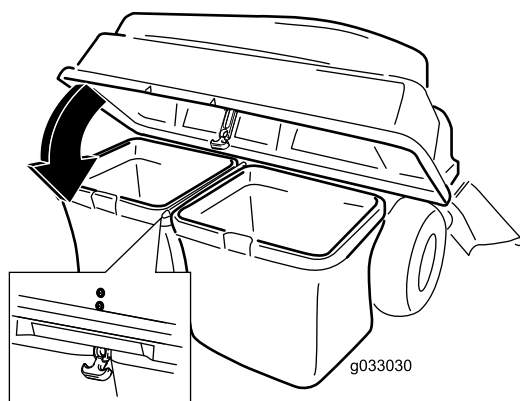

Figura 15
5. Baje la tapa del ensacador sobre las bolsas (Figura 15).
6. Sujete la tapa con el cierre (Figura 15).